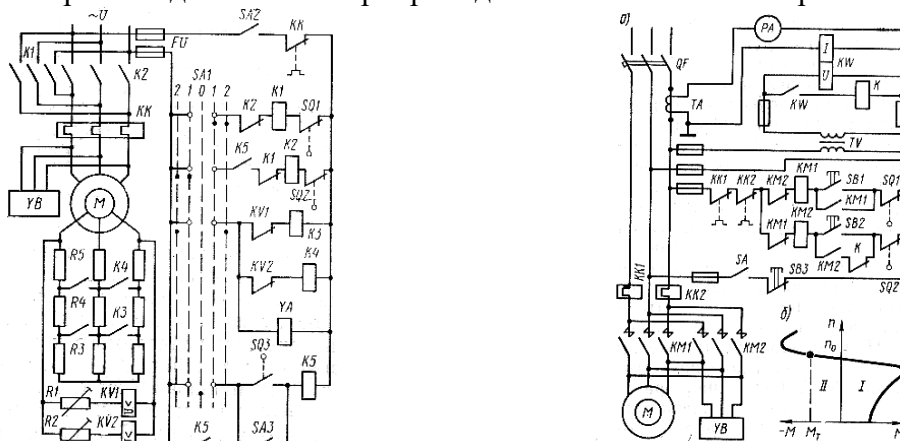

Рис. 1
1. Указать элементы электрической принципиальной схемы (для одной из двух предложенных схем), объяснить процесс пуска электродвигателя; возможности регулирования частоты вращения; способы электрического торможения, примененные в схеме; виды защит и способы реализации данных защит в схеме; особенности работы данного электропривода. Схемы показаны на рис. 1